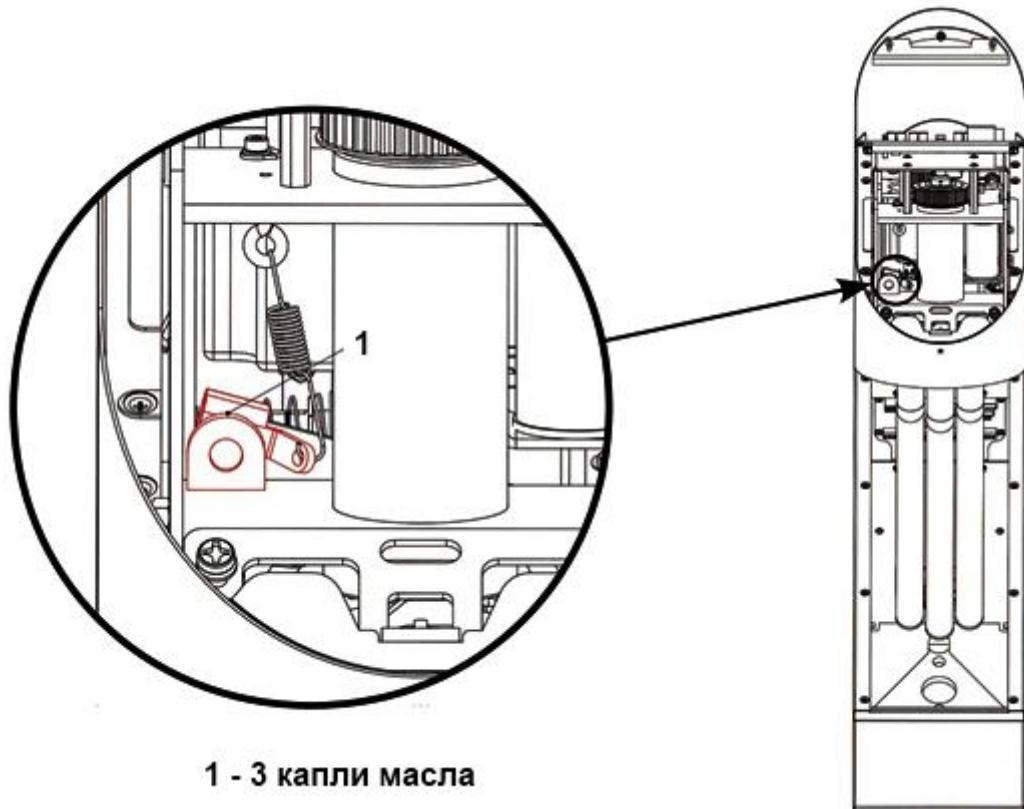

Рисунок 23 – Ось вращения рычага ролика (центральная стойка турнкета)
3.7.2 Рисунок 23 – смазать ось вращения рычага ролика.
Элементы этого узла расположены за рычагом ролика (Рисунок 23 – рычаг ролика).